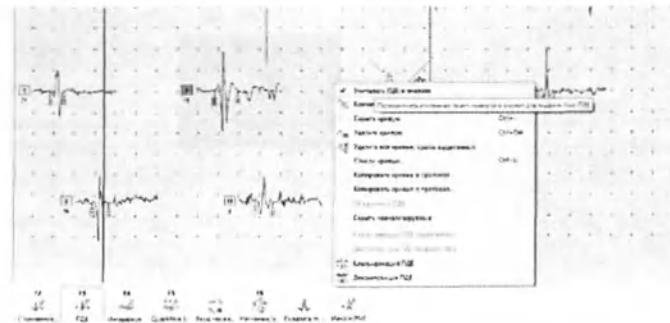

Рис. 194. Исключение ПДЕ из анализа
- При проведении анализа можно скрывать кривые или исключать их из анализа. Для исключения кривой из анализа нажатием правой кнопки мыши вызовите контекстное меню на выбранном потенциале и после этого снимите галку «Учитывать ПДЕ в анализе» (рис. 194).